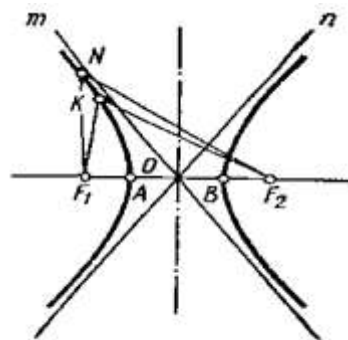

Рис. 40. Гипербола
*Гипербола* – это незамкнутая кривая (рис. 40).  $A, B$  – *вершины* параболы. Прямая которая проходит через вершины гиперболы, называется *действительной осью* гиперболы. Прямая, которая проходит через центр гиперболы перпендикулярно её действительной оси, называется *мнимой осью* гиперболы.